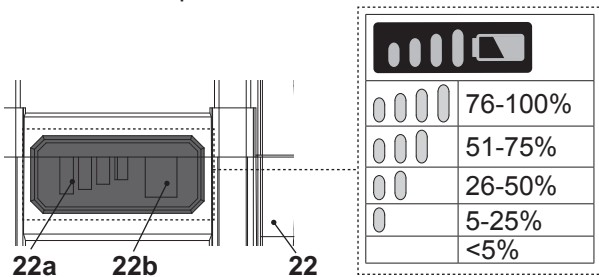

Fig. 11
Le bloc-batterie (22) est équipé de témoins d'autonomie (22a) qui permettent de donner une indication relative à l'autonomie restante du bloc-batterie. Appuyez sur la touche d'autonomie de la batterie (22b) pour vérifier l'autonomie de celle-ci (Fig. 11). Les LED resteront allumées pendant environ 5 secondes.